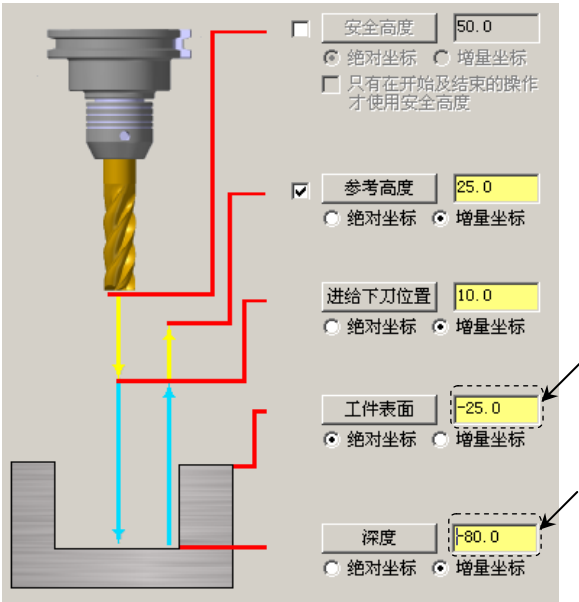

图 15.14 “共同参数”参数设置界面
(2) 设置共同参数。在“2D 刀具路径 - 外形铣削”对话框中的左侧节点列表中，单击 **共同参数** 节点，设置图 15.14 所示的参数。